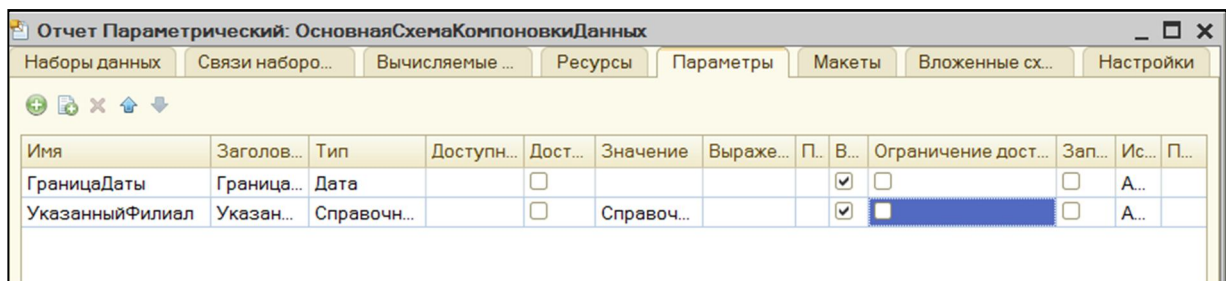

Рис. 49. Вкладка «Параметры» окна конструктора запроса «Параметрический»
2) Перейти на вкладку «Параметры» и отключить флажки «Ограничения доступности» (рис. 49) для полей, являющихся параметром («ГраницаДаты» и «УказанныйФилиал»).